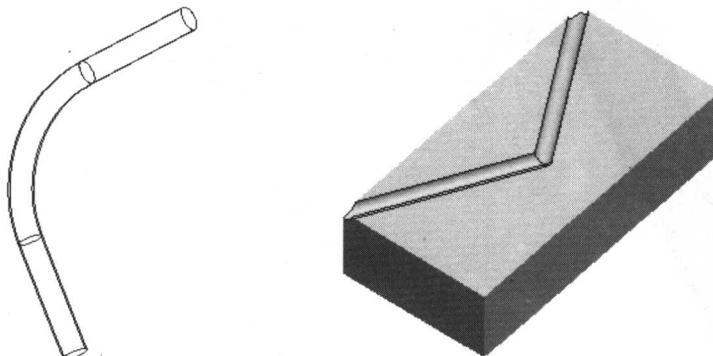

图 1-7 扫描类特征效果图
(3) 扫描类特征：扫描类特征是指系统通过用户草绘的扫描轨迹和扫描界面，自动生成一个扫描伸出项或者一个扫描切除特征。扫描类特征在 Pro/E 中的造型效果如图 1-7 所示。